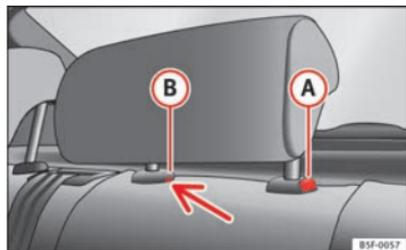

Fig. 76 Apoyacabezas trasero central: punto de desbloqueo
- Para ajustar el apoyacabezas a una altura menor, pulse la tecla **A** ⇒ fig. 76 y desplácelo hacia abajo.
- Pulse la tecla **A** ⇒ fig. 76 y saque al mismo tiempo el apoyacabezas del respaldo ⇒ ⚠.